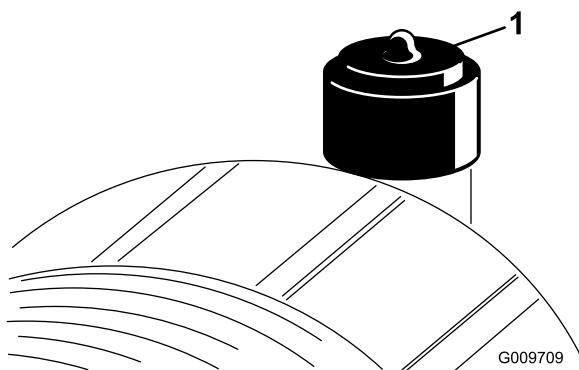

Figura 47
Faça a manutenção ao filtro de ar apenas quando o indicador de manutenção exigir (Figura 47). Mudar o filtro de ar antes de ser necessário apenas aumenta a possibilidade de entrar sujidade no motor quando retira o filtro.
2. Reinicie o indicador (Figura 47) se este se apresentar vermelho.